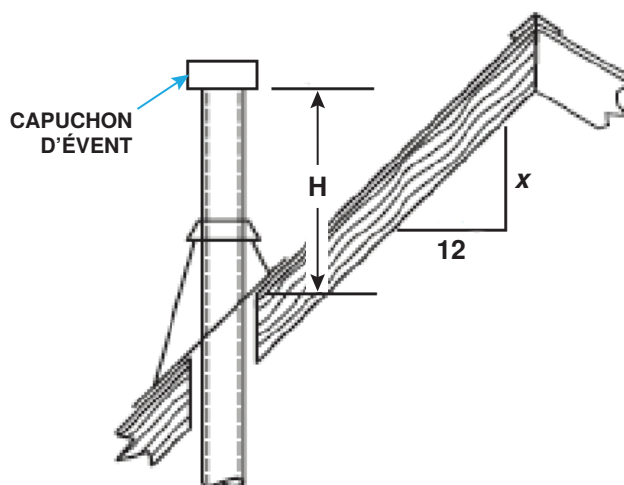

Figure 12. Hauteur de l'évent vertical à double paroi selon la pente du toit
- L'évent est à <8 pieds (<2.44 mètres) horizontalement de tout mur vertical ou obstruction** : terminez l'évent conformément à la Figure 12 et au Tableau 12.
Variable x (voir Figure 12) = numérateur de pente de toit (pouces)*
Dimension H (voir Figure 12) = hauteur minimale jusqu'à la plus basse ouverture de décharge (pieds (mètres))